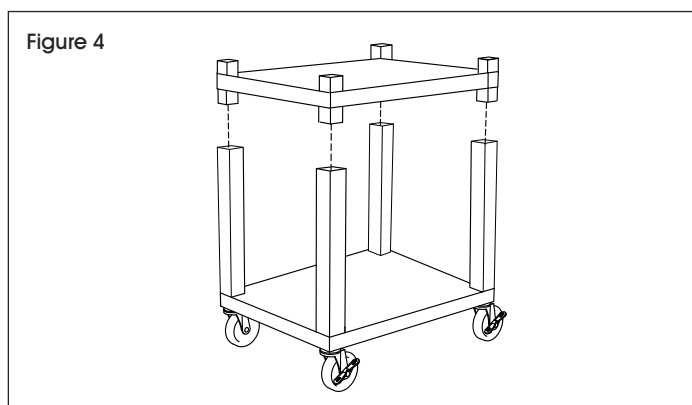

Figure 4
3. Tapotez le dessus de la tablette centrale dans les grands supports à l'aide d'un maillet en caoutchouc. (Voir Figure 4)